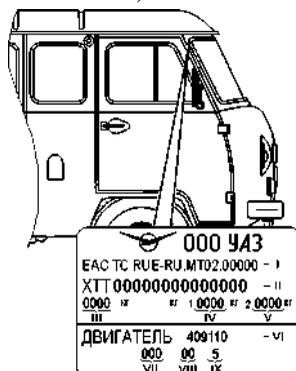

Рис. 1.12. Заводская табличка автомобиля
**Заводская табличка автомобиля 2** (рис. 1.12) установлена внутри кабины на верхней панели передка под правым противосолнечным козырьком и имеет следующие обозначения: